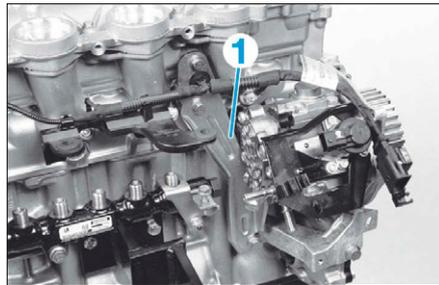

FIG. 93
- le support arrière de la pompe haute pression carburant (1) (Fig.93),